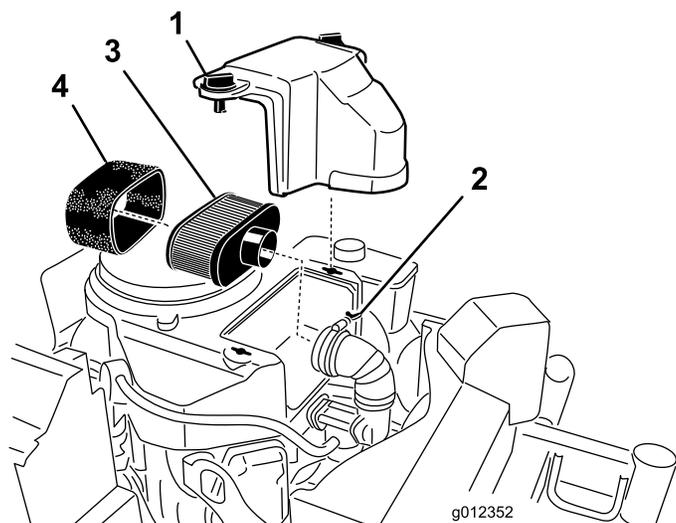

Figure 27
3. Nettoyez la surface autour du filtre à air pour éviter que des impuretés n'endommagent le moteur en tombant à l'intérieur (Figure 27).
4. Dévissez les boutons du couvercle et déposez le couvercle du filtre à air (Figure 27).
5. Dévissez le collier et déposez l'ensemble filtre à air (Figure 27).
6. Sortez délicatement l'élément en mousse de l'élément en papier (Figure 27).
1. Ne nettoyez pas l'élément en papier; remplacez-le (Figure 27).
1. Glissez délicatement l'élément en mousse sur l'élément en papier (Figure 27).
2. Posez l'ensemble filtre à air sur sa base et fixez-le en place avec les 2 écrous à oreilles (Figure 27).
3. Mettez le couvercle du filtre en place et serrez le bouton (Figure 27).